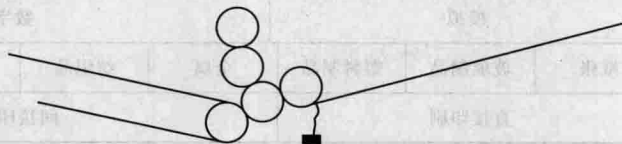

图 1-3 单张纸圆压圆型印刷机
(1) 单张纸圆压圆型印刷机 印刷装置结构简单，操作方便，容易组合成双面印刷机；滚筒空当较小，各个滚筒连续匀速旋转，运转平稳，印刷质量好，现代单张纸平版印刷机的印刷速度最高已超过每小时 20000 印张，适用各种印刷方法，还可加装其他辅助装置，成为能印号码、分切、上光、模切、折页等多种功能的印刷机，如图 1-3 所示。